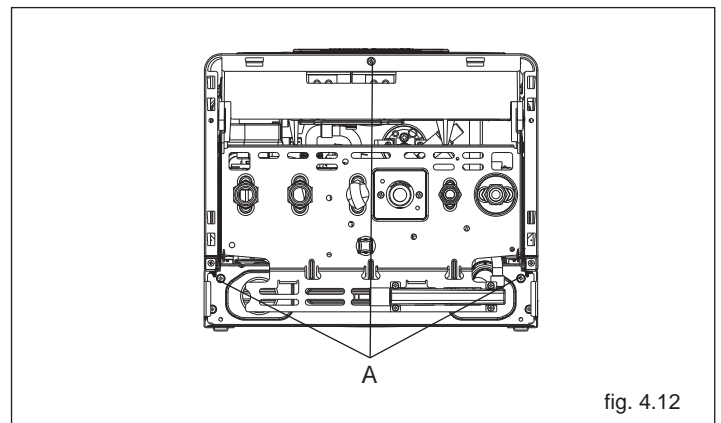

fig. 4.12
- rimuovere il mantello svitando le viti di fissaggio A (fig. 4.12)